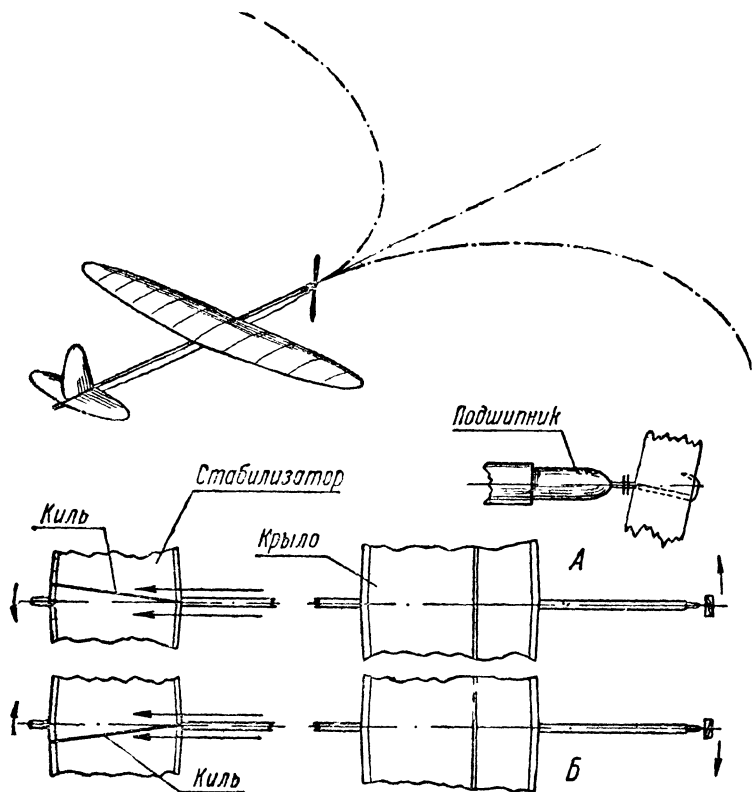

Рис. 57. Регулировка модели при помощи кия
3) Модель заворачивает (кружит) (рис. 57) — значит неверно стоит киль, или разные углы атаки у правой и левой половины крыла. Нужно выправить крыло, или если модель заворачивает вправо, повернуть в левую сторону киль (смотря на модель сзади) и наоборот (рис. 57, фиг. А и Б).
но трясутся в воздухе — значит, погнута ось винта, вследствие чего винт бьет (рис. 57) — исправь ось.